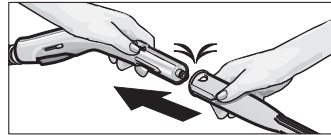

Abb. 1: Aufstecken von Zubehör auf die Dampfpistole
- Verbinden Sie das gewünschte Zubehöerteil (C1, D1) mit der Dampfpistole (B1). Stecken Sie dazu das rohrförmige Ende des Zubehöerteils auf die Dampfpistole (B1). Schieben Sie das Zubehöerteil dann soweit auf die Dampfpistole, bis die Entriegelungstaste (B3) der Dampfpistole einrastet (siehe Abb. 1).